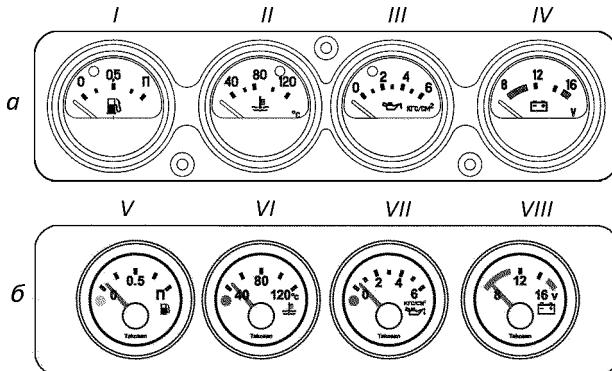

Рис. 3.3. Щиток приборов:
**7 -щиток приборов** (рис. 3.3).
Щиток приборов (рис. 3.3 а) ОАО "Автоприбор" г. Владимир:
Щиток приборов (рис. 3.3 б) ф. "Takosan" Турция: